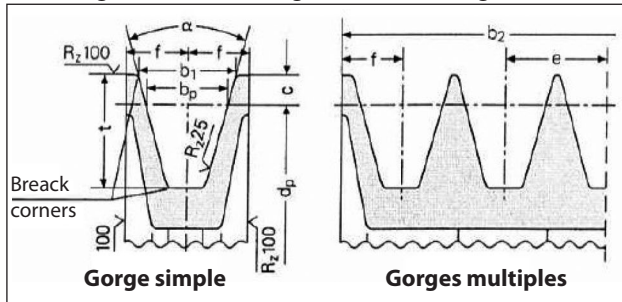

Fig. 8
- a) Utiliser des poulies pour courroies trapézoïdales avec les dimensions de la gorge prescrites/conseillées par le constructeur de la courroie utilisée. En l'absence de consignes, consulter la Fig. 8 et le tableau Fig. 9.